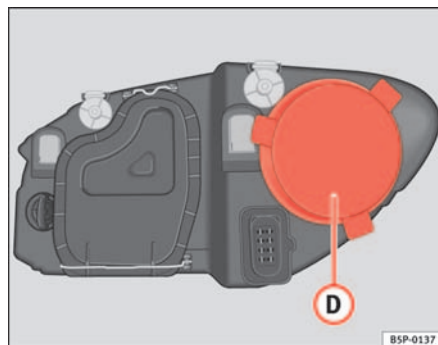

Fig. 179 Luz de población
- Retire la tapa ⇒ fig. 179 ① tirando de la misma.